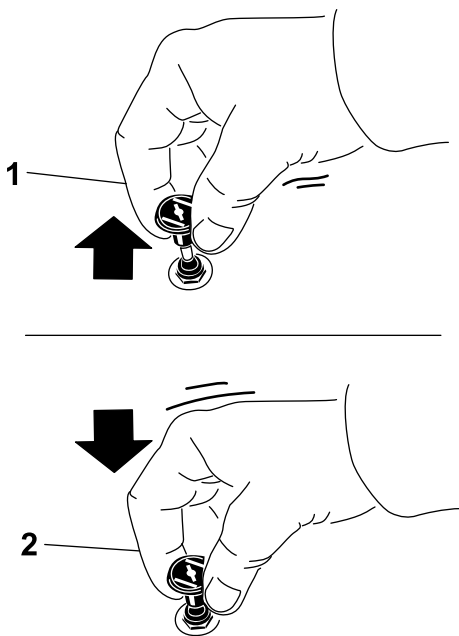

Рисунок 30
1. Потяните вверх ручку воздушной заслонки, чтобы закрыть ее перед включением зажигания (Рисунок 30).
2. После запуска двигателя нажмите вниз на ручку воздушной заслонки, чтобы открыть заслонку (Рисунок 30).